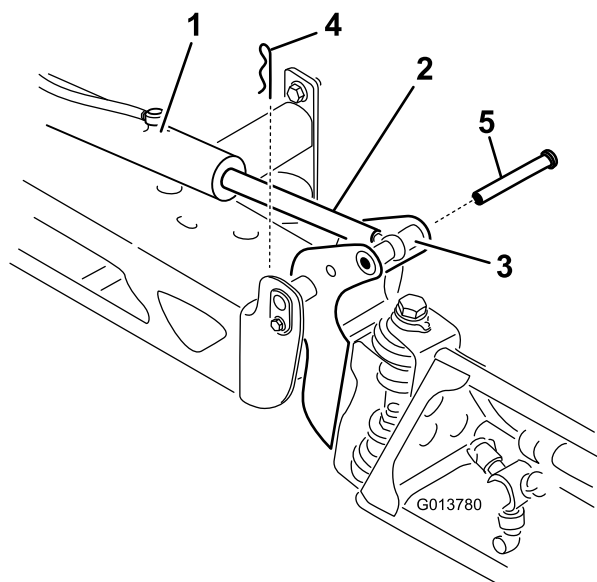

Figura 105
2. Retire la chaveta del pasador de giro (Figura 105).
3. Levante el brazo, retire el pasador (**Figura 105**), y baje el brazo lentamente al suelo.
9. Sujetando el brazo, introduzca el pasador a través del pivote del brazo y del émbolo del actuador (**Figura 105**).